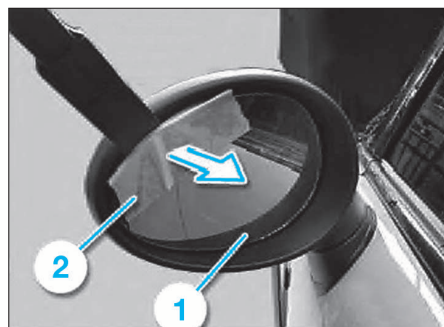

FIG. 37
- A l'aide d'une palette en plastique (1) (Fig.37) ou équivalent, insérer celui-ci derrière la glace préalablement protégée en (2).